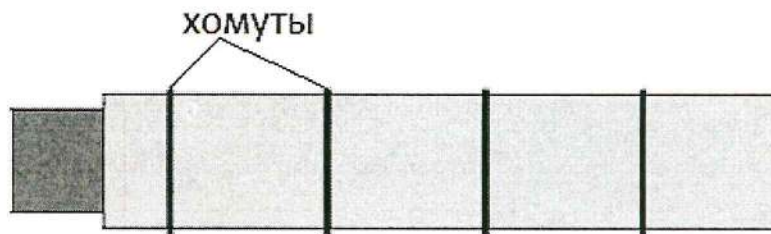

Рис. 2. Схема установки хомутов из бандажной ленты.
3.4. При изоляции трубопровода с температурой теплоносителя более, чем +200 °С в качестве хомутов используется только бандажная лента (рис.2). При выполнении хомутов из проволоки не допускается оставлять концы скрученной проволоки острыми. Скрутки проволоки загибаются, и поверх полученной изоляции в случае необходимости укладывается слой поверхностной изоляции.